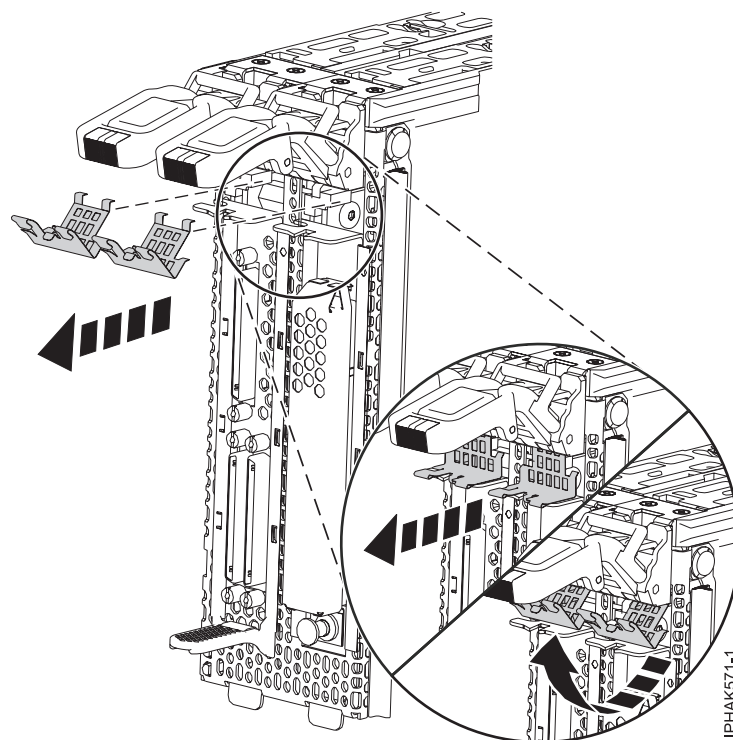

Figura 67. Extracció dels dos clips metàl·lics a la part frontal del conjunt
2. Aixequeu els braços de bloqueig fins a la posició de dalt màxima i traieu els dos clips metàl·lics de la part frontal del conjunt. Consulteu Figura 67